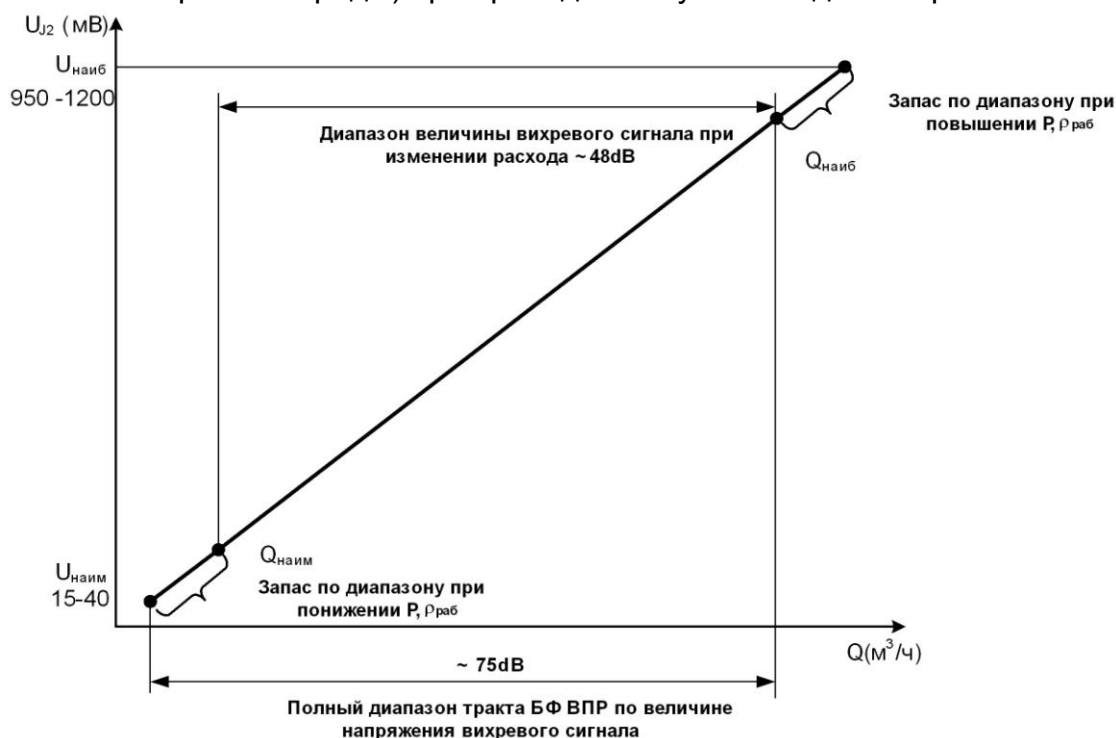

Рис.1. Диапазон тракта блока фильтров ВПР.
4.5.2. Полностью возможности ВПР по обеспечению максимального диапазона преобразования сигнала расхода могут быть реализованы только при правильном положении диапазона тракта блока фильтров (БФ) ВПР по отношению к реальным эксплуатационным изменениям величины вихревого сигнала и правильной установки порога компрессора БФ (см. рис.1). Это достигается путем установки коэффициента усиления тракта (K_0) и порога компрессора БФ ВПР